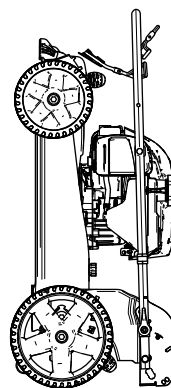

Figura 21
6. Sollevare la parte frontale della macchina utilizzando la stegola e spostarla in uno spazio per il rimessaggio (Figura 21).